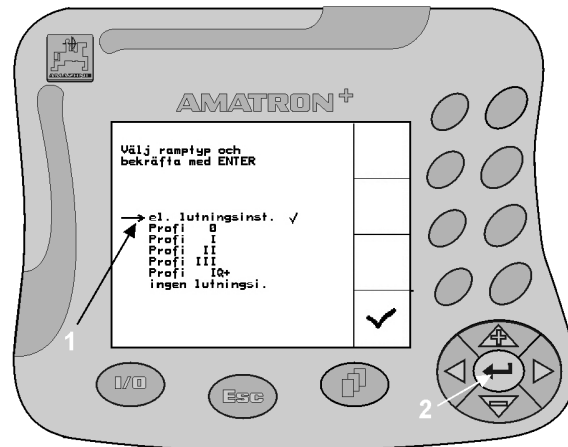

Fig. 16
1. Placera urvalspilen (Fig. 16/1) med hjälp av knapparna  resp.  vid önskad utrustning.
2. Tryck på  (Fig. 16/2), för att bekräfta vald utrustning för **AMATRON+.**